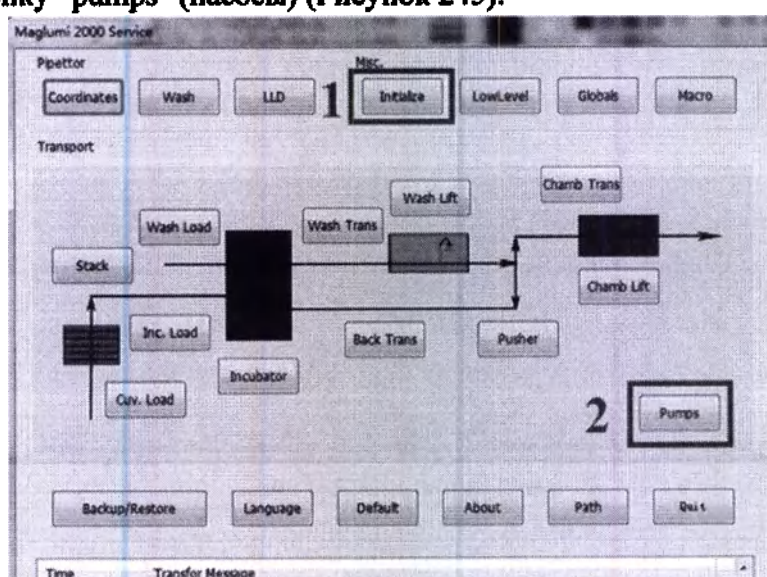

Рисунок 245.
(2) Откройте сервисное программное обеспечение и инициализируйте, после чего нажмите кнопку "pumps" (насосы) (Рисунок 245).